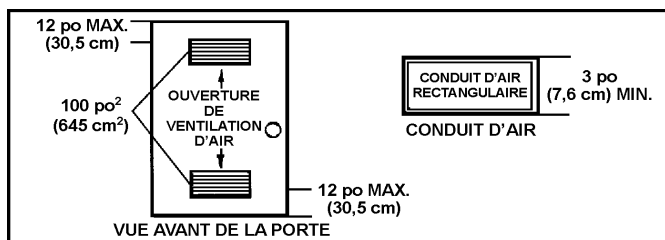

FIGURE 5
A. L'AIR EST ENTièrement TIRÉ DE L'INTÉRIEUR DU BÂTIMENT (Voir fig. 5 et 6.)